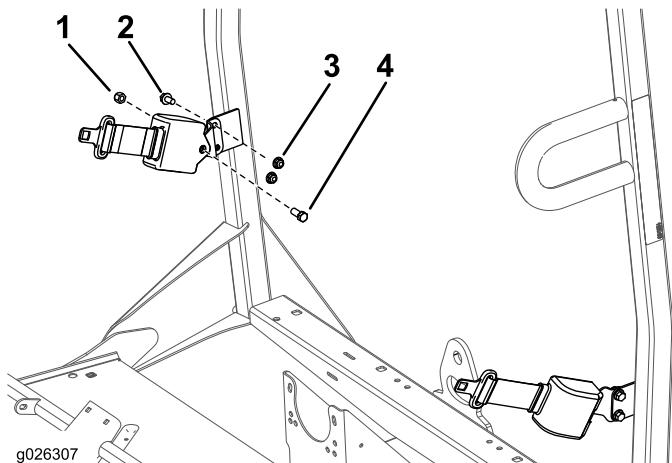

Figura 7
1. Monte um suporte de fixação do cinto de segurança em cada patilha ROPS com 2 parafusos (3/8 pol.) e 2 porcas (3/8 pol.) (consulte a Figura 7).
2. Monte a extremidade retrátil de cada conjunto de cinto de segurança em cada suporte de fixação de cinto de segurança com um parafuso (7/16 pol.) e porca (7/16 pol.) (Figura 7).